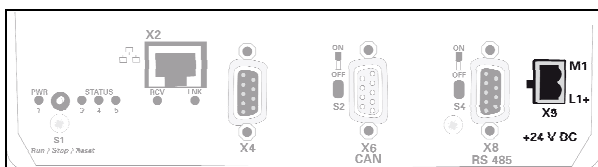

Abb. 14: Stromversorgung
1. **Stromversorgung anschließen:** Verbinden Sie die Zuleitung unter Verwendung des mitgelieferten Steckers mit der Schnittstelle X9 auf der Rückseite des Gerätes (siehe Abb. 14/10).